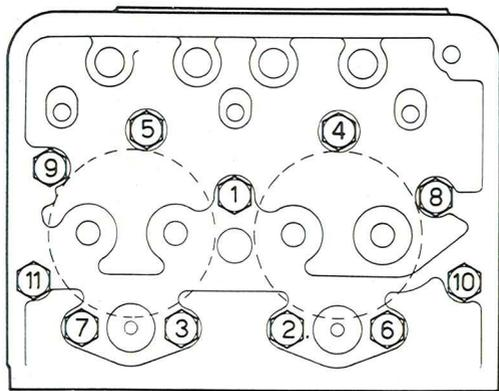

Fig. 15 - TESTA MOTORE (i numeri indicano l'ordine di serraggio dei dadi).
1) Verificare il serraggio dei dadi che fissano la testa del motore (fig. 15), rispettando l'ordine di manovra prescritto (la coppia di serraggio deve risultare di $8 \div 8,5$ mkg):
Il serraggio dei dadi che fissano la testa del motore dev'essere fatto in modo di evitare l'avvitamento irregolare di un dado alla volta, avvitando in maniera uniforme (a più riprese) ciascuno di essi secondo l'ordine di manovra indicato in fig. 15.